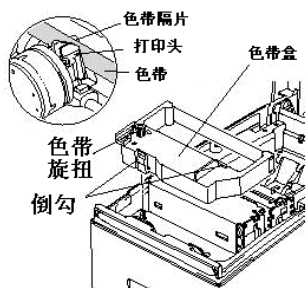

图5-2 安装色带
③按图 5-2 所示方向装入色带，下压后装入。如果装得不理想，可在压着的同时沿箭头方向旋转进带旋钮。
④沿箭头方向旋转进带旋钮以张紧松弛的色带。
⑤盖回机盖。